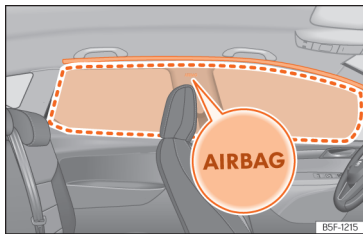

Fig. 30 Amplasarea și zona de acțiune a airbagului pentru protecția capului.
Airbagurile pentru protecția capului se află în ambele părți ale habitaculului, deasupra ușilor >>> **fig. 30** iar amplasarea lor este indicată prin cuvântul „AIRBAG”.
Zona în chenar este acoperită de airbagul pentru protecția capului, atunci când acesta este declanșat (zona de declanșare) >>> **fig. 30**. De aceea, nu trebuie niciodată să așezați sau să instalați obiecte în această zonă >>> ⚠.
- Asigurați-vă că sunt corect așezați copiii în scaunele lor și că capetele lor nu se află în zona de declanșare a airbagurilor pentru protecția capului >>> **fig. 30**, deoarece airbagurile declanșate i-ar putea lovi și i-ar putea cauza răni severe.